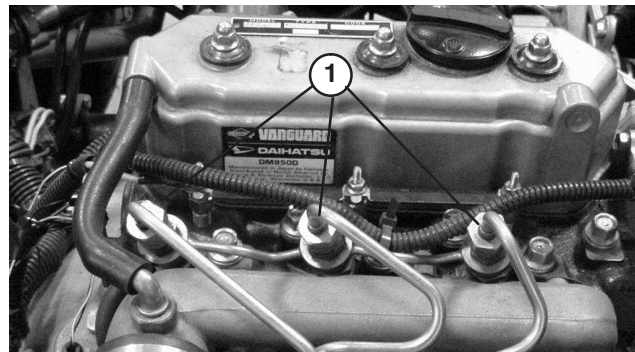

Figure 46
2. Desserrez le raccord entre l'injecteur N° 1 et le porte-injecteurs (Fig. 46)